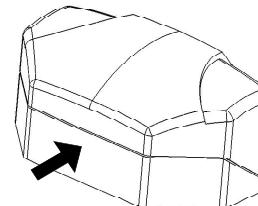

Рисунок 3
7.1. Снимите крышку извещателя, для чего нажав на заднюю стенку основания извещателя (рисунок 3), сдвиньте пальцами второй руки края крышки, в местах указанных на рисунке 4, снимите крышку.